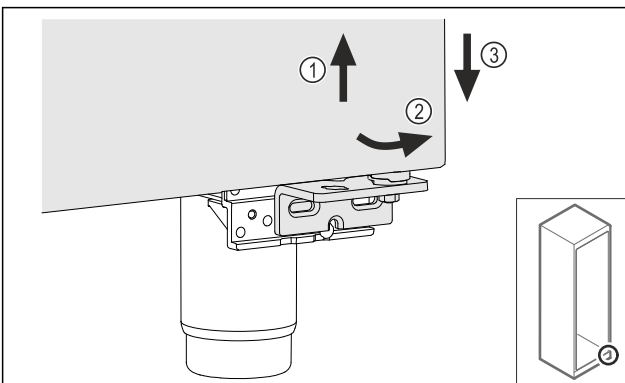

Fig. 24
- ▶ Sollevare leggermente la porta Fig. 24 (1), inclinarla in avanti sulla parte inferiore Fig. 24 (2) e abbassarla Fig. 24 (3).